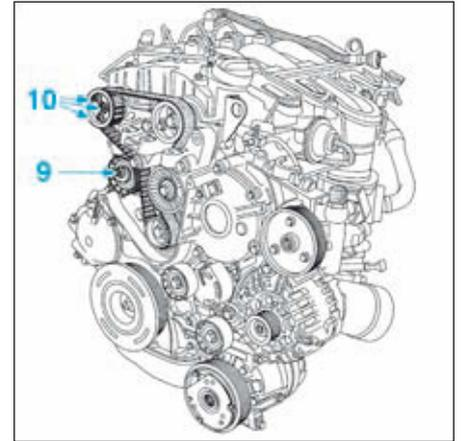

FIG. 112
- Desserrer d'un tour maximum les vis (7) des roues dentées des arbres à cames.
- Tourner les arbres à cames dans le sens horaire par les vis (8) (clé de 16 mm) de façon à bien plaquer les outils sur la culasse, puis bloquer les vis (6).
- Détendre la courroie de distribution en desserrant la vis (9) du galet tendeur (Fig.112).
- Déposer les vis (10), puis la roue dentée de l'arbre d'échappement.